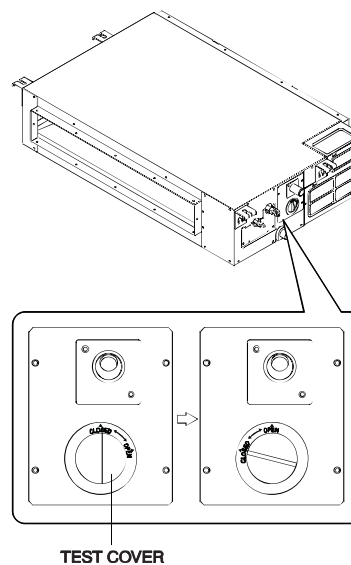

Fig. 38 – Contrôle d'étanchéité des coudes et raccords
1. Retirez le couvercle d'essai en le tournant vers la gauche (voir la figure 38).